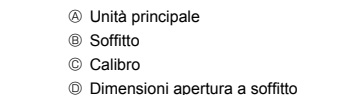

Fig. 2-6
- Per evitare danneggiamenti, accertarsi che per la procedura A sia rispettato l'intervallo di valori 17-22 mm. (Fig. 2-6)